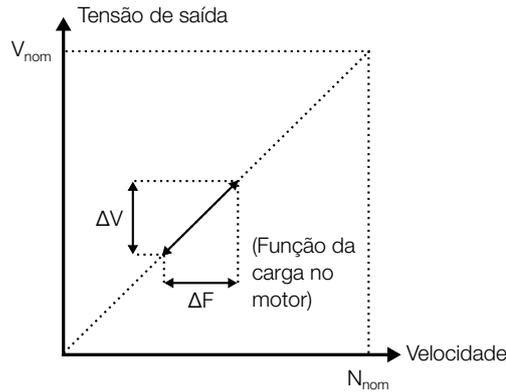

Figura 5.13 – Curva V/f com compensação de escorregamento
- No modo vetorial (encoder ou sensorless) o parâmetro P0138 tem a função descrita na Figura 5.13 na página 5-20.